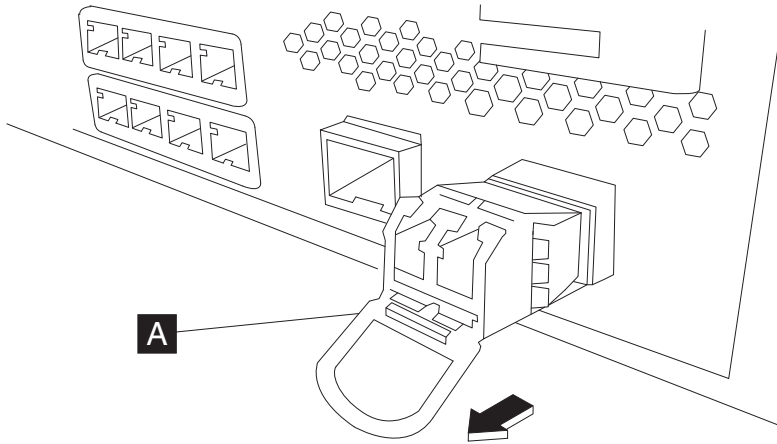

图 19. 卸下 SFP+ 收发器
- 向下拉收发器前部的蓝色滑锁 (**A**)，如第 50 页的图 19 中所示。